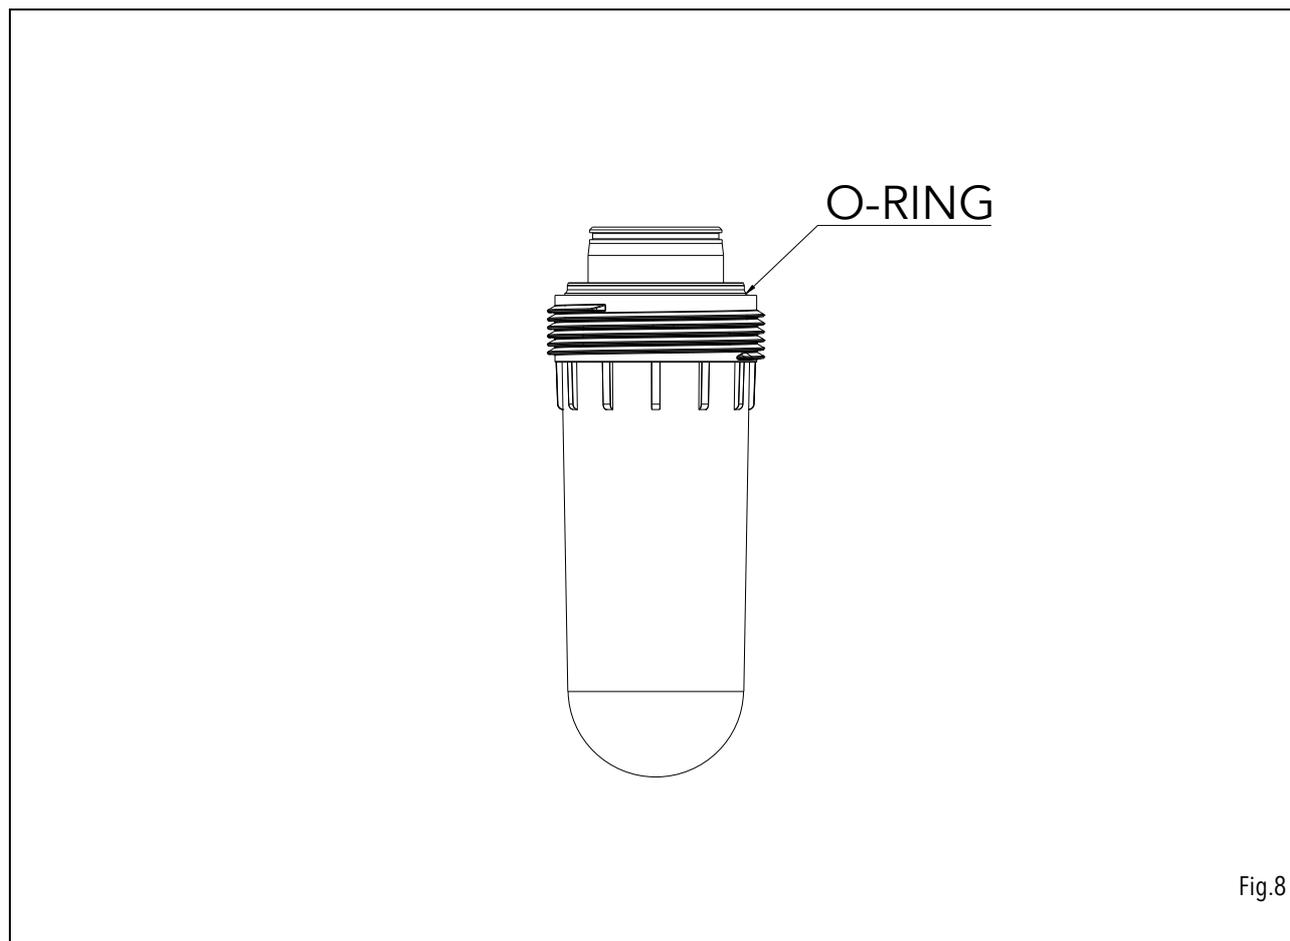

Fig.8
- Fare attenzione che l'o-ring del bicchiere sia in sede e non si rovinato, lubrificare con grasso ad uso alimentare (Fig.8)